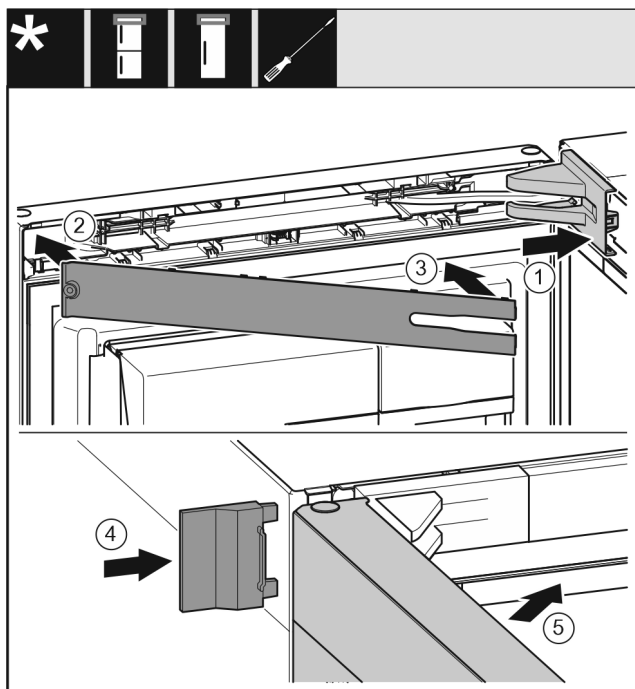

Fig. 53
- Lagerbokafdekking Fig. 53 (1) plaatsen en vastklikken, evt. voorzichtig uit elkaar drukken.
- Paneel Fig. 53 (2) plaatsen.
- Paneel Fig. 53 (3)
- Buitenste afdekking Fig. 53 (4) erop schuiven.
- Bovenste deur Fig. 53 (5) sluiten.